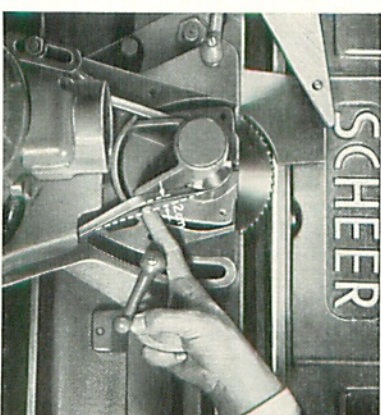

Bild 20
The V-belt should not be too tight, and give about  $\frac{3}{4}$ " to finger pressure (Fig. 20).
Ne pas exagérer la tension de la courroie. En appuyant avec le doigt, on doit pouvoir obtenir une flèche de 2 cm (fig. 20).
- 2) Ouvrir complètement la traverse de serrage (27).
- 3) Enlever la tôle de protection (65) en desserrant les deux écrous moletés (57).
- 4) Faire basculer le moteur vers le haut et bloquer le levier de blocage (66).
- 5) Introduire la broche dans l'évidement du support et du capot, pour caler le moteur (fig. 20).
- 6) Dévisser l'écrou (69) de la bride de serrage (7) et sortir la lame de scie.
Der Keilriemen darf nicht zu stark gespannt werden, er muß sich mit dem Finger noch um 2 cm durchdrücken lassen. (Bild 20)
f) **Splitter and safety guard (Fig. 20)**